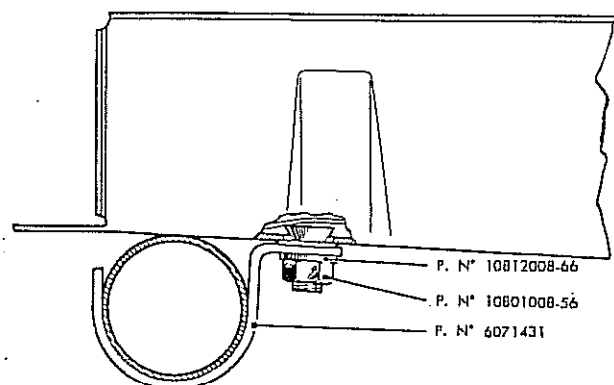

Fig. 118
- 3º) Fijar el nuevo tubo intermedio en los travesaños central y trasero con la brida (Pieza N° 6071431), la tuerca (Pieza N° 10801008-56) y la arandela grover (Pieza N° 10812008-66). La brida debe colocarse en la posición mostrada en la fig. 118.